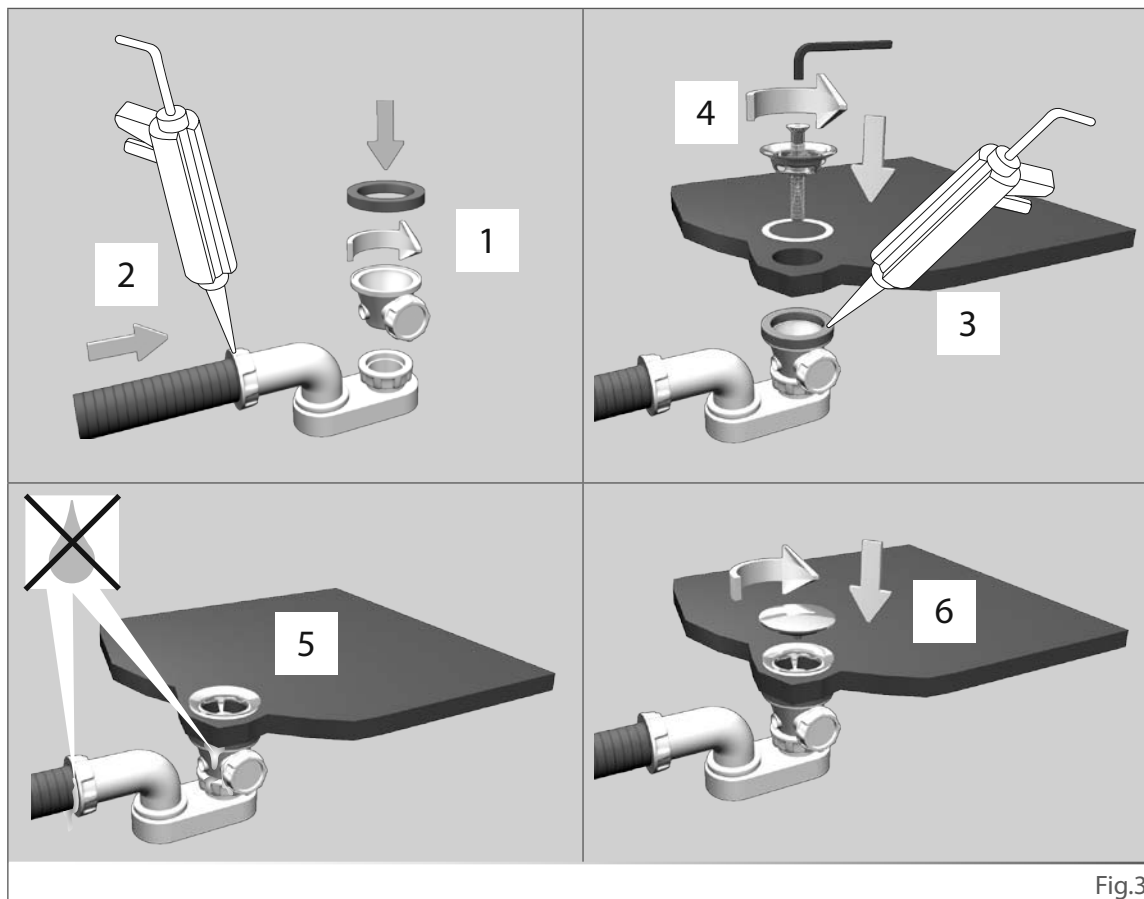

Fig.3
- Installare il kit di scarico sulla vasca come indicato nelle immagini (vedi Fig. 3) e secondo le istruzioni del produttore del kit di scarico stesso.
- Install the drain kit on the tub as shown in Fig. 3, following the instructions of the manufacturer of the drain kit.